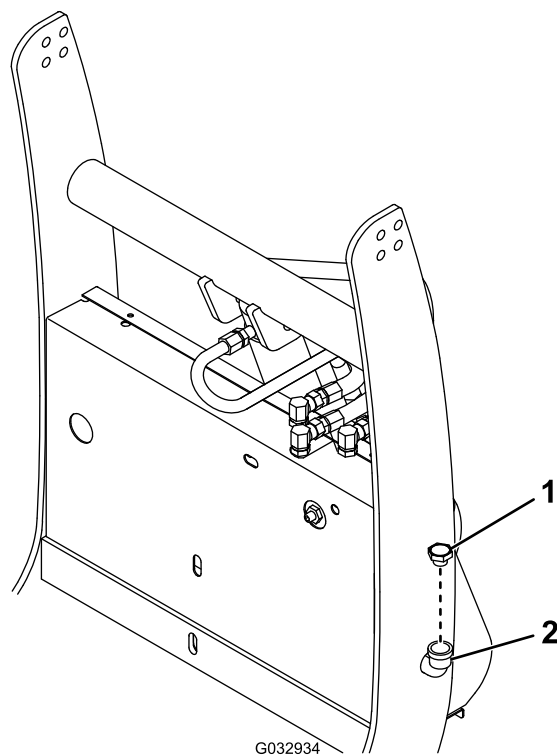

Figure 33
2. Nettoyez la surface autour du bouchon de remplissage (Figure 33).
3. Retirez le bouchon de remplissage du réservoir hydraulique (Figure 33).